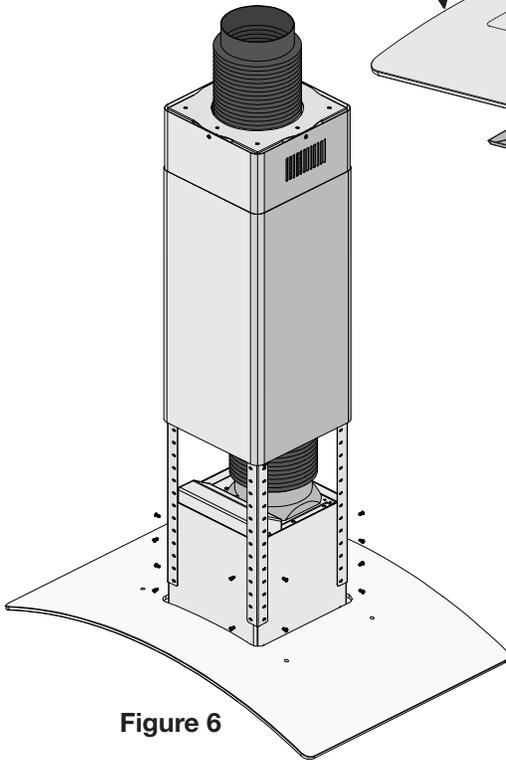

Figure 6
- Allonger le boyau de la charpente suspendue et fixer le corps de la hotte au support. Voir la figure 6.